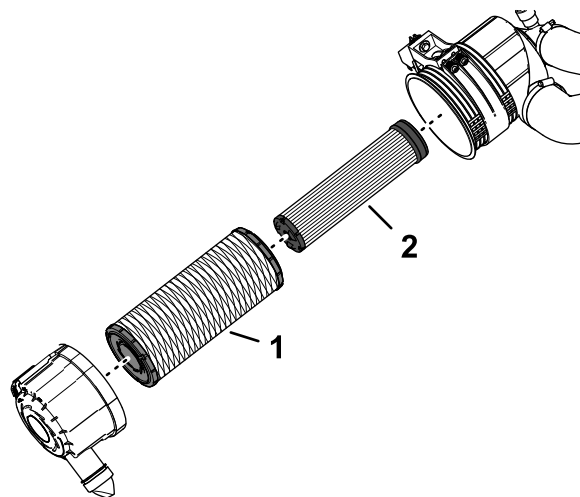

Рисунок 121
1. Проверьте элемент контрольного фильтра (Рисунок 121). Если он загрязнен, замените его.
**Внимание:** Никогда не пытайтесь очистить контрольный фильтр (Рисунок 121). Заменяйте контрольный фильтр новым после каждых трех обслуживаний фильтра грубой очистки.